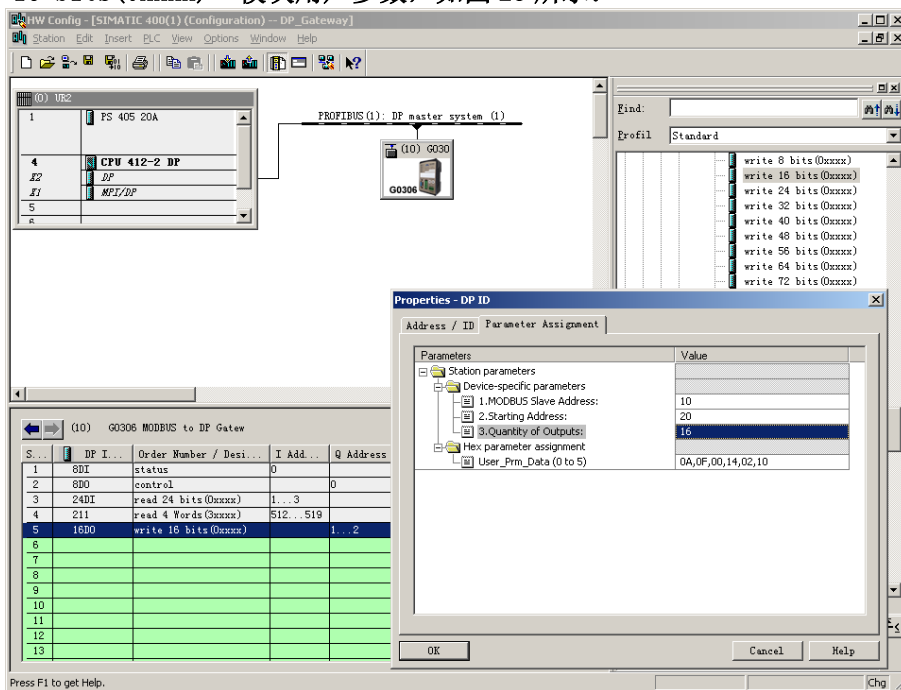

图 23 配置“write 16 bits(0xxxx)”模块用户参数
b) 配置“write 16 bits(0xxxx)”模块用户参数，如图 23 所示：
“1. MODBUS Slave Address:” ⇒ 键入 Modbus 从站地址 10，如图 23。
“2. Starting Address:” ⇒ 键入欲写入的线圈 0xxxx 的起始地址 00021，设置地址为 20，如图 23。
“3. Quantity of Outputs:” ⇒ 键入欲写入的线圈个数 16 ⇒ “OK”，如图 23。